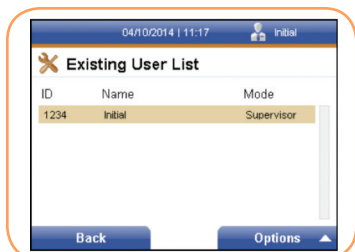

FIGURA 29
1. Use la tecla [↓] para desplazar el cursor hacia abajo hasta el elemento de menú Gestión de usuarios. Pulse la tecla programable derecha para seleccionarlo. Se muestra la pantalla Lista de usuarios existente (Figura 29).